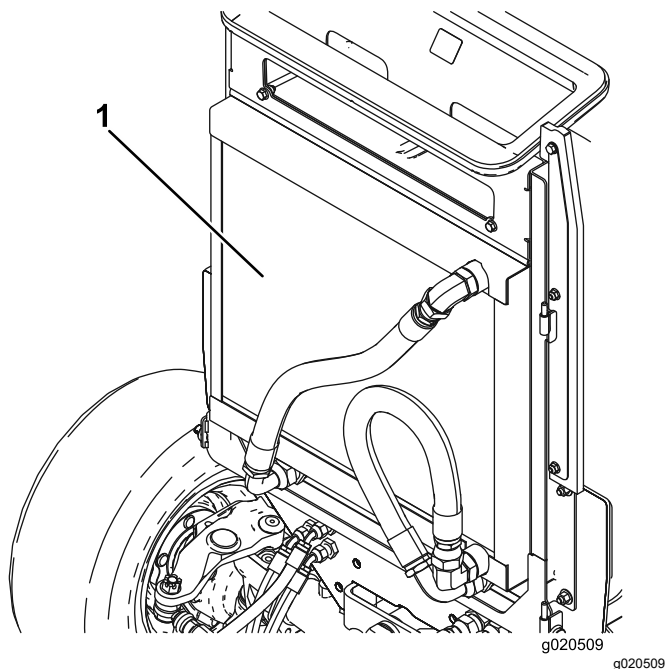

Figure 64
3. Nettoyez soigneusement les deux côtés du refroidisseur d'huile et du radiateur à l'air comprimé (Figure 64).